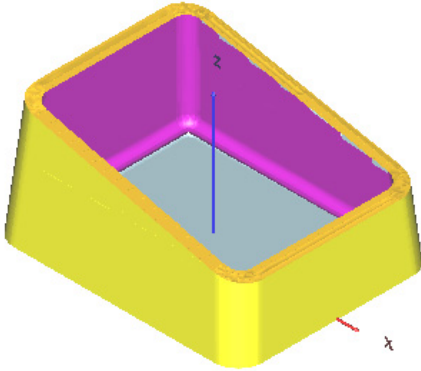

图 5-180 仿真模拟结果 (4)
6) 仿真模拟。单击“加工向导”工具栏上的“高级仿真”按钮，弹出“高级仿真”对话框，选中所创建加工，单击确定按钮；在弹出的“Cimatron's Verifier”对话框中验证加工效果，如图 5-180 所示。